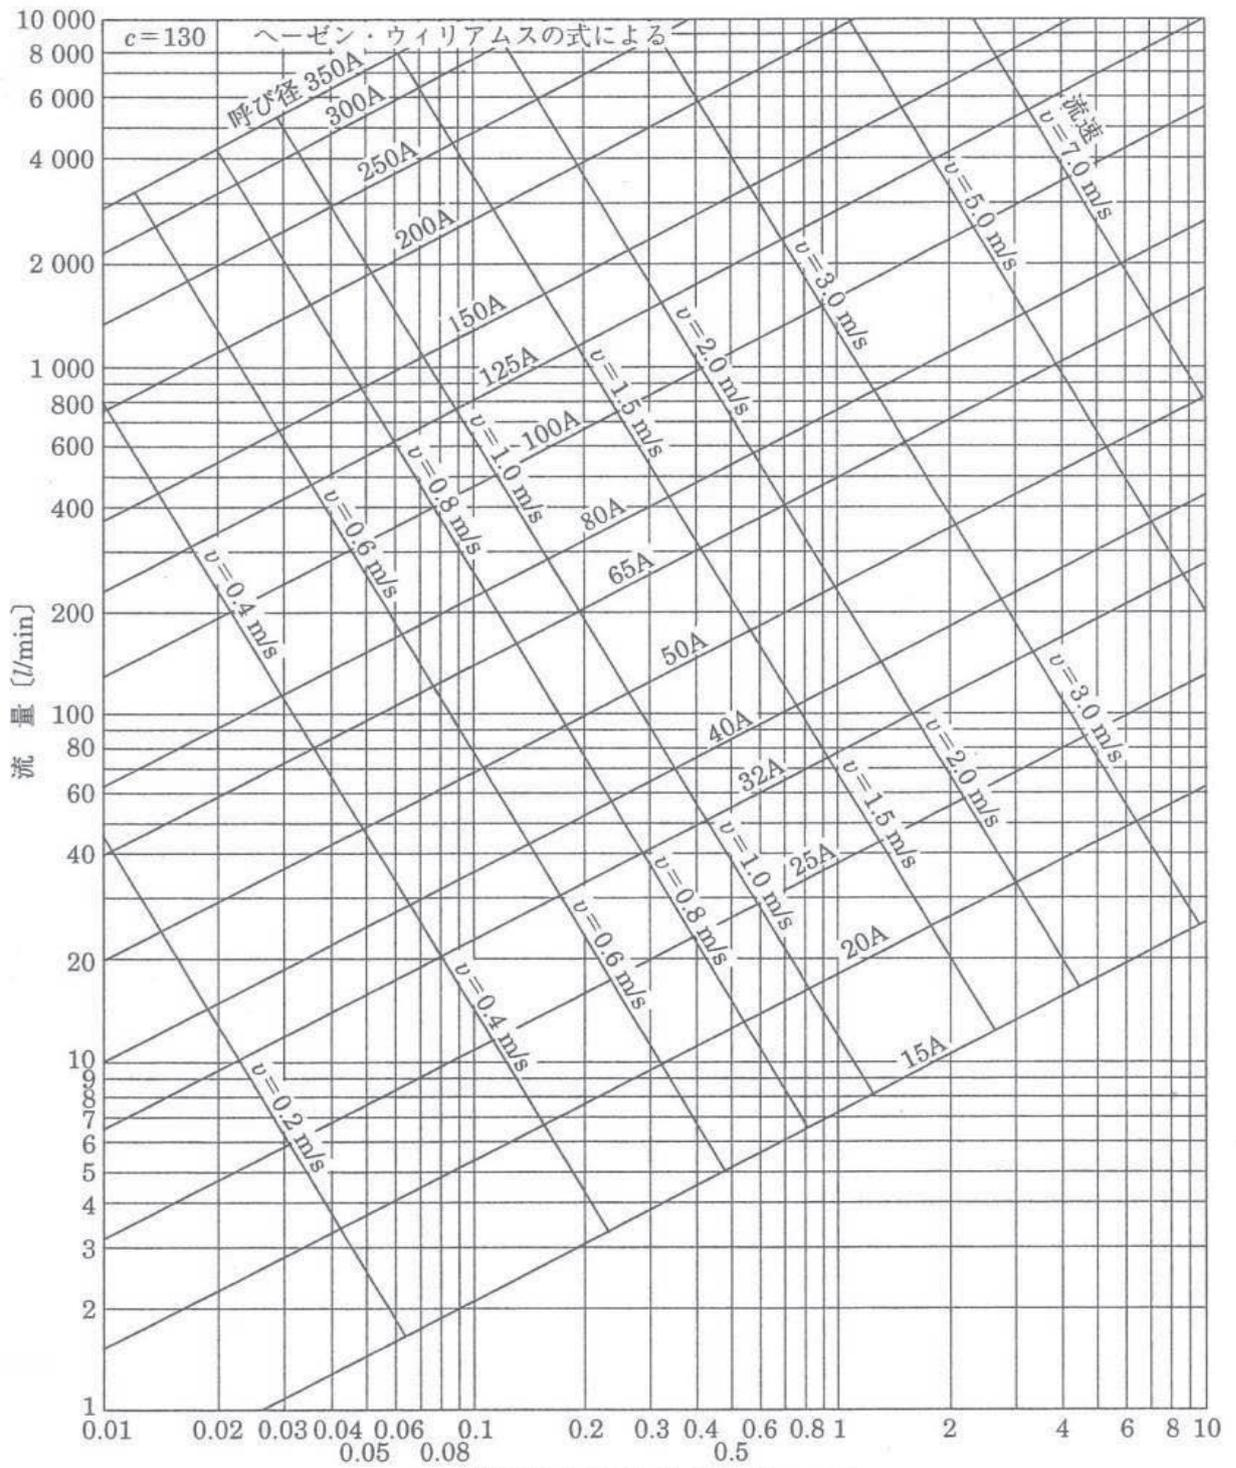

図1 硬質塩化ビニルライニング鋼管流量線図
34	<p>別紙の図 1 の流量線図を用い、次の条件における上水系統の管径を求めなさい。 (条件) 流量=100L/min、流速 2.0m/s 以下、硬質塩化ビニルライニング鋼管を使用</p> <p>(1) 15A (2) 20A (3) 25A (4) 32A</p>